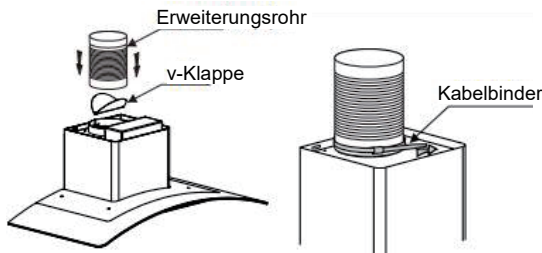
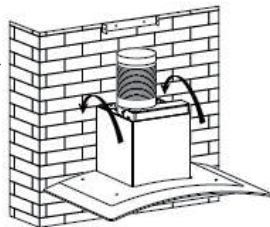

Abb. 4
Abb. 5
6. Montieren Sie die Rückschlagklappe am Hauptgerät und befestigen Sie das Erweiterungsrohr mit einem Kabelbinder am Auslass. Siehe Abb. 4. Setzen Sie das Hauptgerät auf die an der Wand montierten Schrauben. Siehe Abb. 5. **Hinweis: Das Erweiterungsrohr ist nicht im Lieferumfang enthalten.**